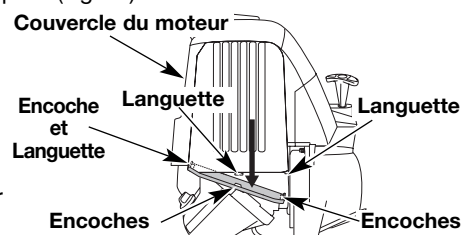

Fig. 32
- Retirez le couvercle du silencieux en appuyant sur le coin à l'aide d'un tournevis à lame plate (Fig. 32). Glissez les encoches sur les côtés du couvercle par-dessus les languettes du couvercle du moteur et retirez le couvercle.
- Remplacez le couvercle du silencieux. Glissez avec un déclic les encoches sur les côtés du couvercle par-dessus les languettes du couvercle du moteur (Fig. 32).